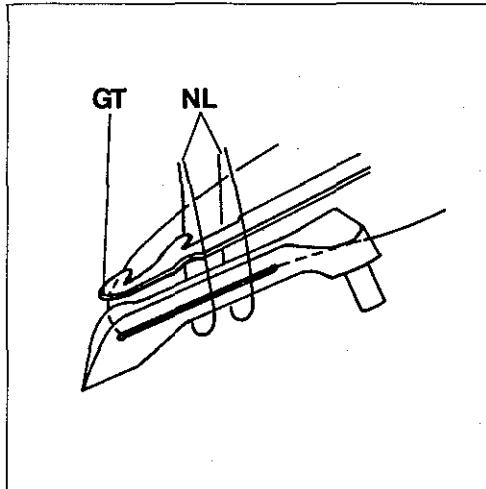

Fig.57
The setting of the lower knife tip described in item 3 is a basic adjustment. The setting has to be checked according to Figs. 57 and 58.
Die Einstellung der Untermesserspitze nach Punkt 3 ist eine Grundeinstellung. Die Einstellung muß entsprechend der Fig. 57 und 58 geprüft werden.
The lower knife must pass through the needle thread loops (NL, Fig. 57) and deflect the looper thread at edge (GT).
Das Untermesser muß durch die Nadelfadenschlingen (NL, Fig. 57) hindurchgehen und an der Kante (GT) den Greiferfaden ablenken.